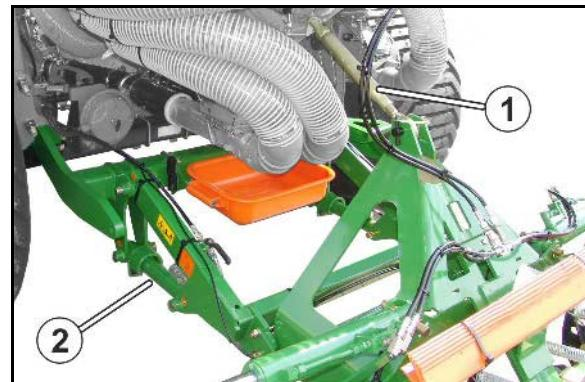

Рис. 95
3. Отверните болты Рис. 95/1).